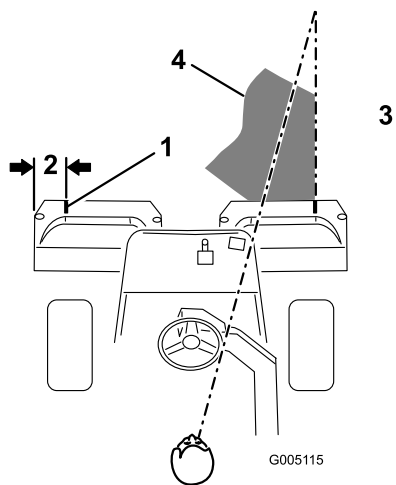
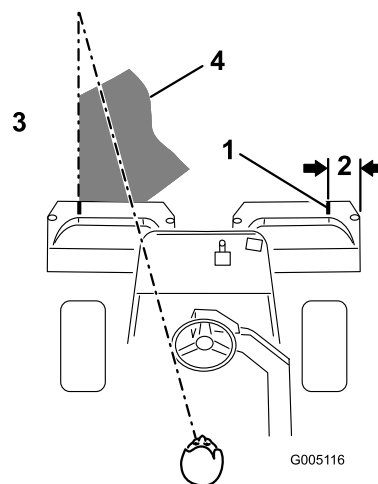

Figura 38
Figura 39
- Debe haber un solape mínimo con las pasadas anteriores. Para ayudar a mantener una línea recta a través del green y mantener la máquina a la misma distancia de la pasada anterior, establezca una línea imaginaria aproximadamente de 1,8 a 3 m por delante de la máquina hasta el extremo de la parte no segada del green (Figura 38 y Figura 39). Puede ser útil incluir el borde exterior del volante como parte de la línea imaginaria, es decir, mantener el borde del volante alineado con un punto que se mantiene siempre a la misma distancia de la parte delantera de la máquina (Figura 38 y Figura 39).